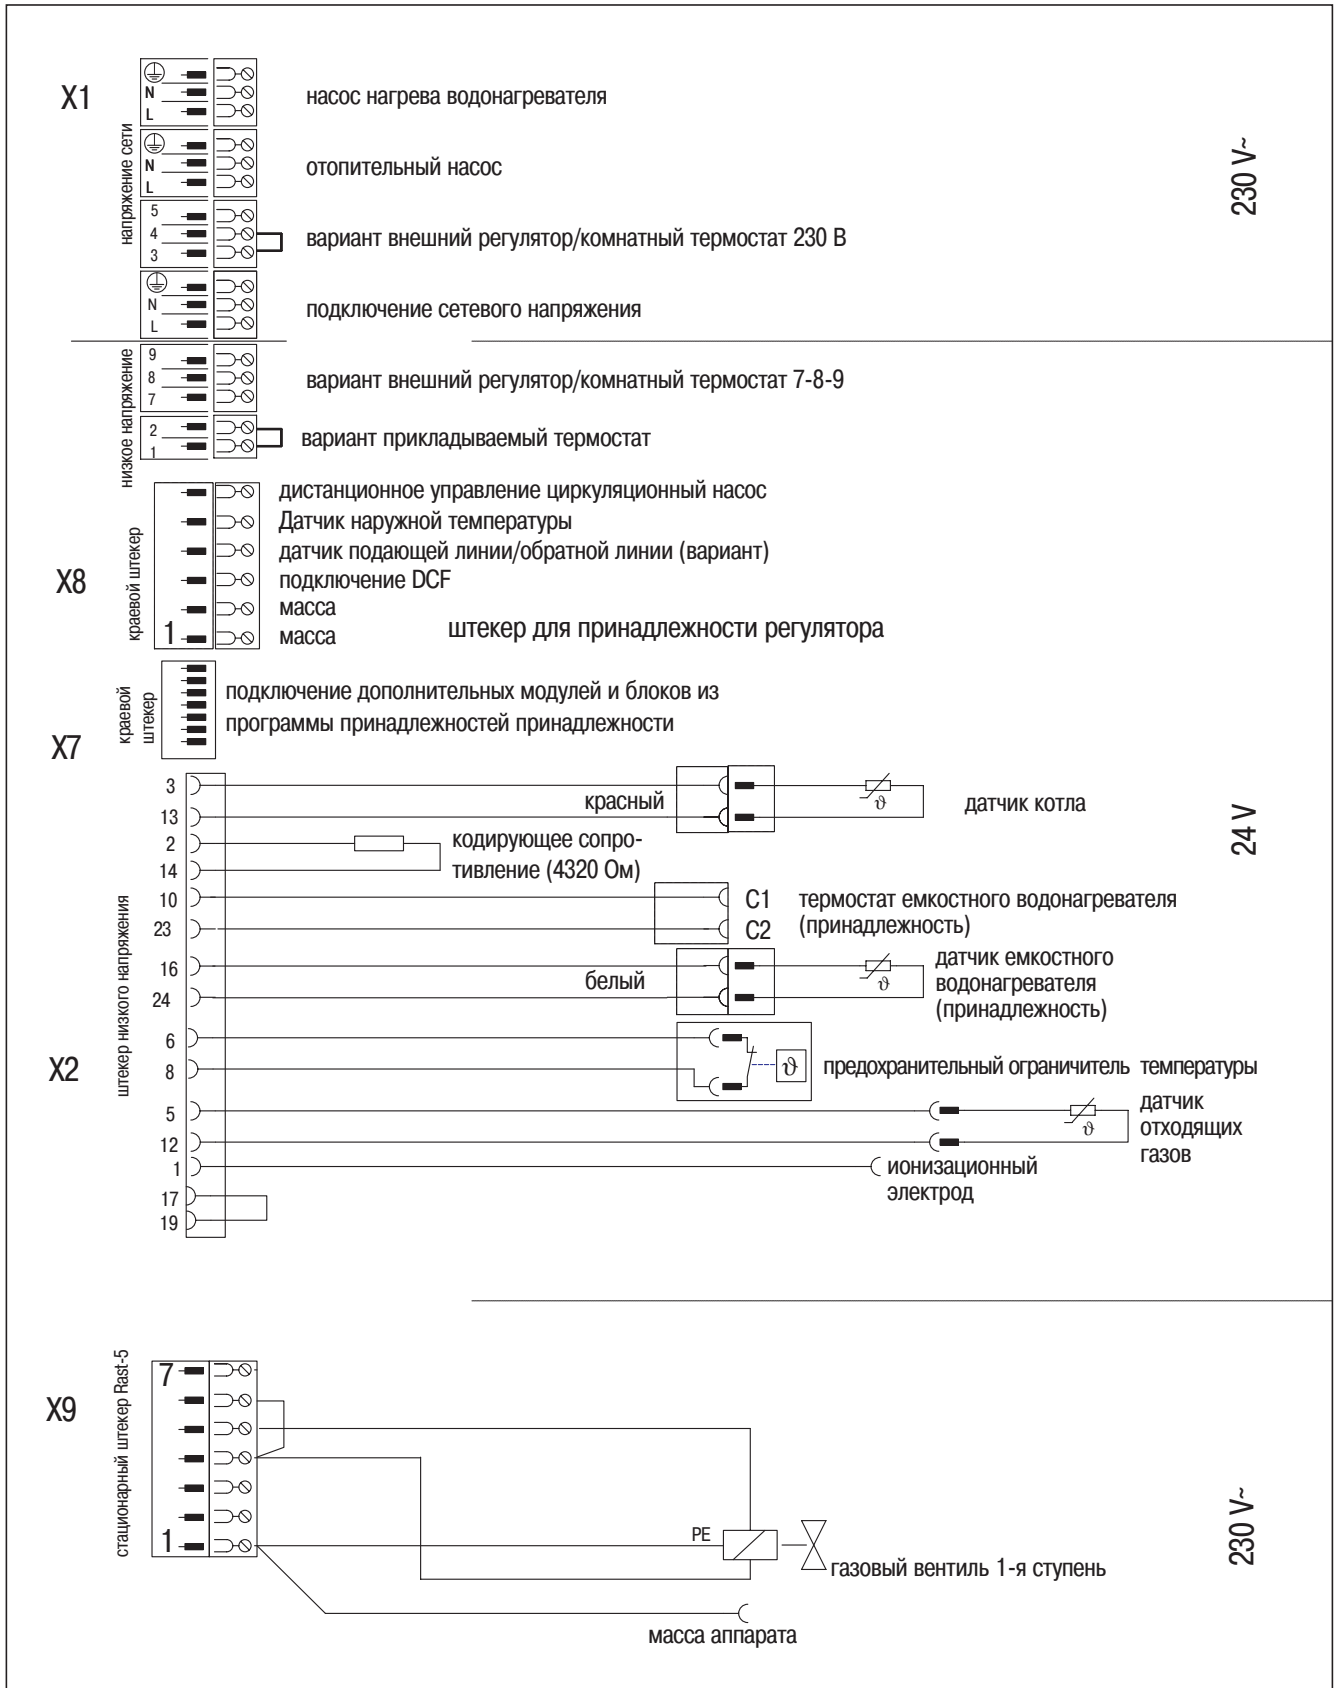

Рис. 4.5 Электрические соединения atmoVIT
- Подключите беспотенциальные контакты предохранительного устройства по недостатку воды к штекеру "прикладываемый термостат" системы Pro E, а дымовую заслонку к дополнительному блоку (расположение клемм представлено на рис. 4.5).